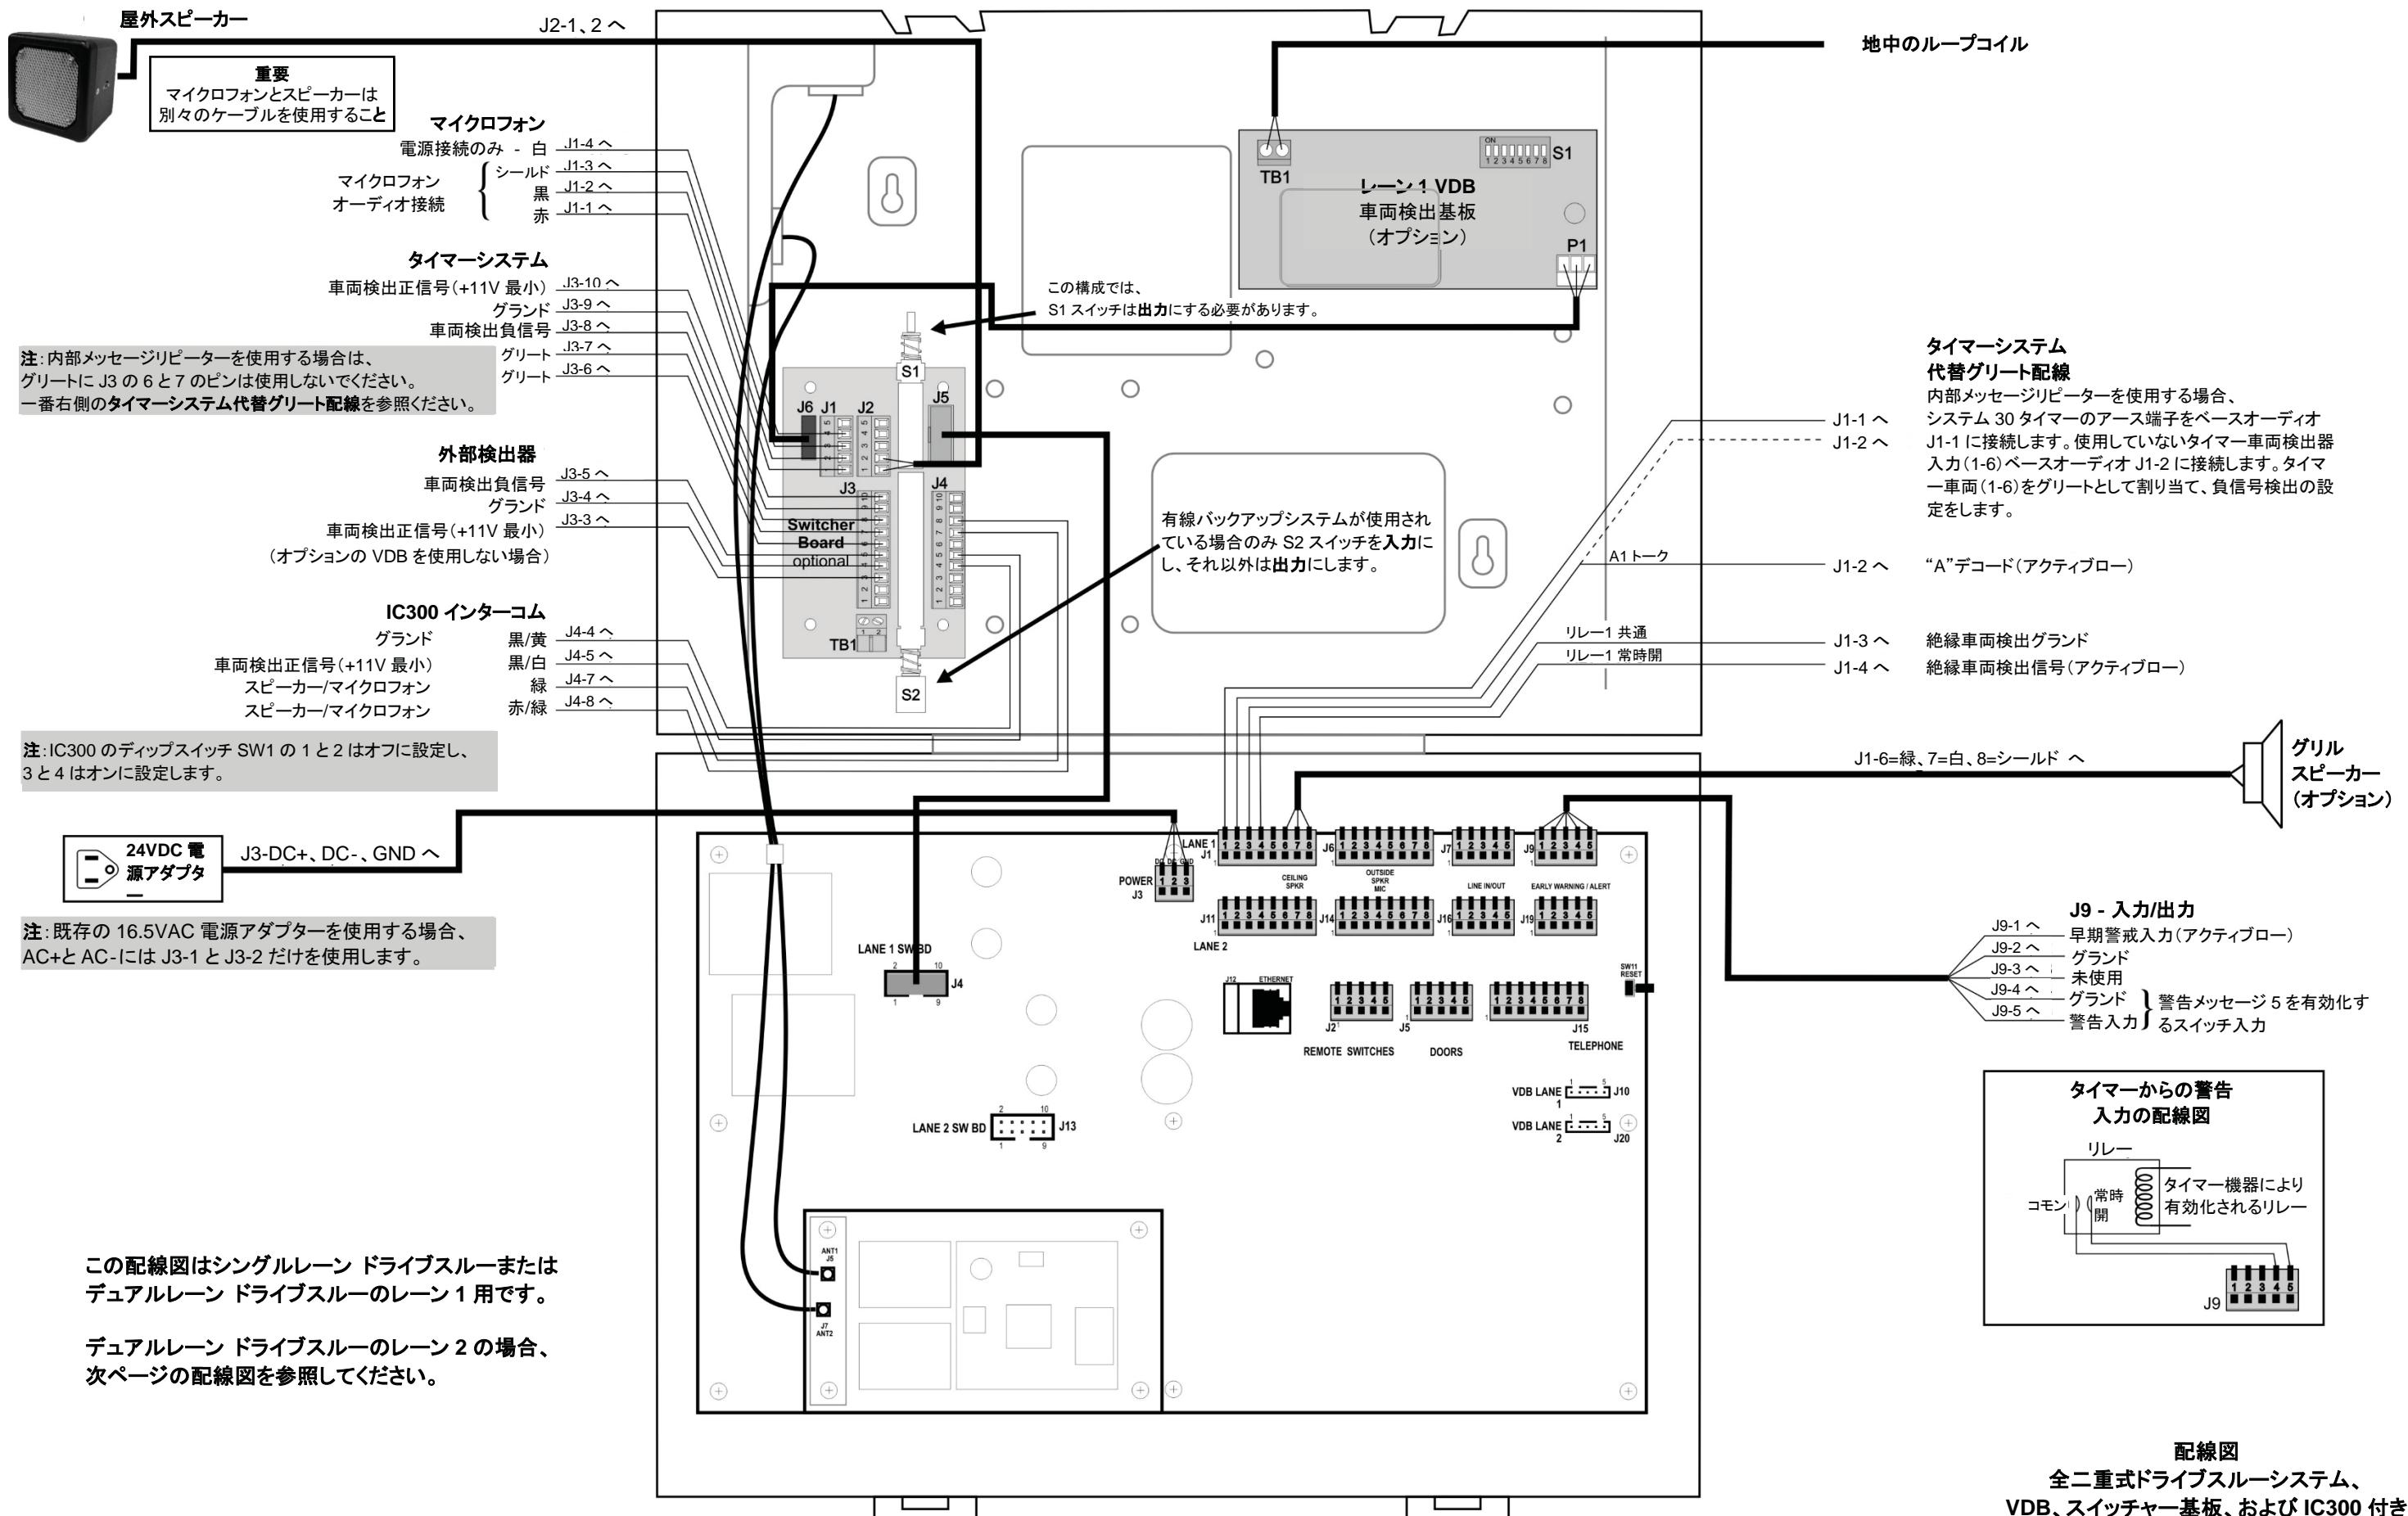

図 28
- ページ 90、図 28 — (レーン 1 またはシングルレーンの接続)